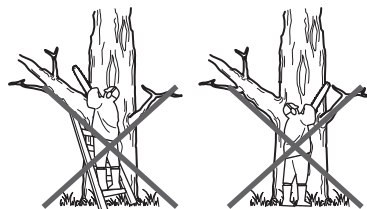

Fig. 29
- > Ne tenez jamais l'appareil à bout de bras, et n'essayez pas de couper dans des endroits difficiles à atteindre. N'utilisez pas l'appareil debout sur une échelle. Ne le tenez jamais au-dessus des épaules (Fig. 29).